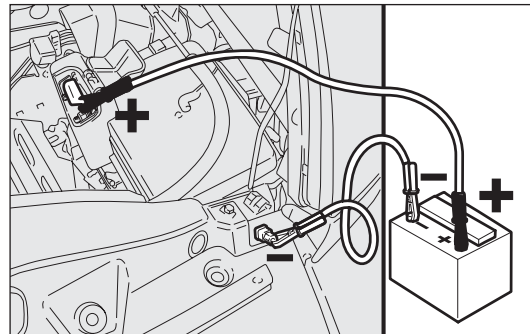

рис. 158
- ☐ вторым кабелем соедините отрицательный зажим (–) вспомогательного аккумулятора с точкой массы как показано на рис. 158;